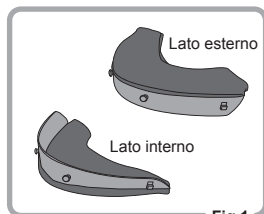

Fig.1
1. Vedere la Fig.1 e assicurarsi del lato (interno o esterno).